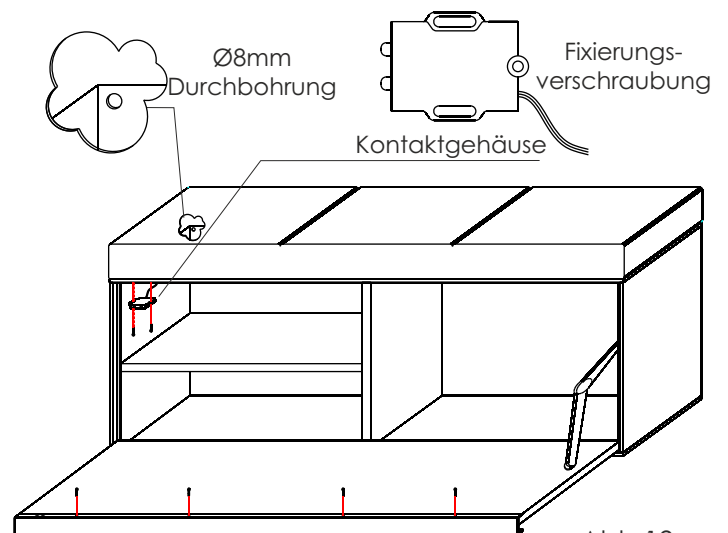

Abb.12
- Montieren Sie das Kontaktgehäuse mit Hilfe von zwei Schrauben. Die Position der Schrauben ist vorgebohrt. Achten Sie darauf, dass die Stifte des Kontaktgehäuses bei geschlossener Klappe Verbindung zu den Kontaktplatten haben. Die Einstellung erfolgt über die Langlöcher. Anschließend sichern Sie das Gehäuse mit der Fixierungsverschraubung. (Abb.12)